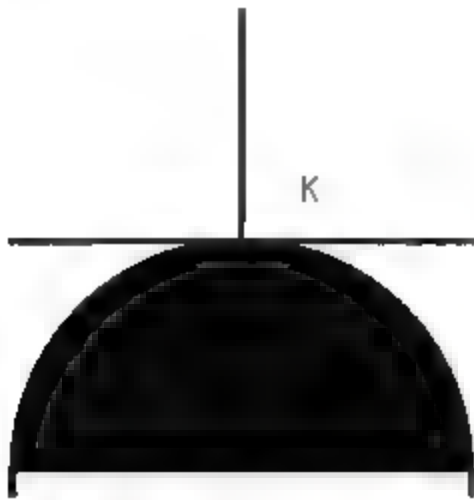

图7-42 打开素材
**04** 单击快速访问工具栏中的【打开】按钮，打开本书配备资源中的“素材\第7章\7-6 编辑块属性.dwg”文件，如图7-42所示。